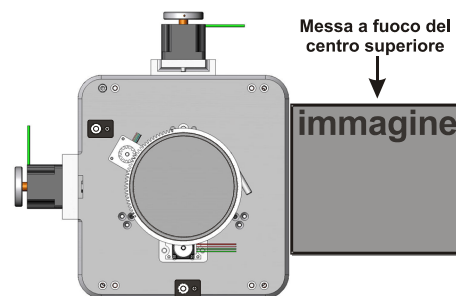

Figura 2-40 Regolazione dell'allineamento verticale
8. Stringere la **vite di fermo verticale** in modo da bloccare le impostazioni. Controllare nuovamente il puntamento. Vedere **Figura 2-40**.